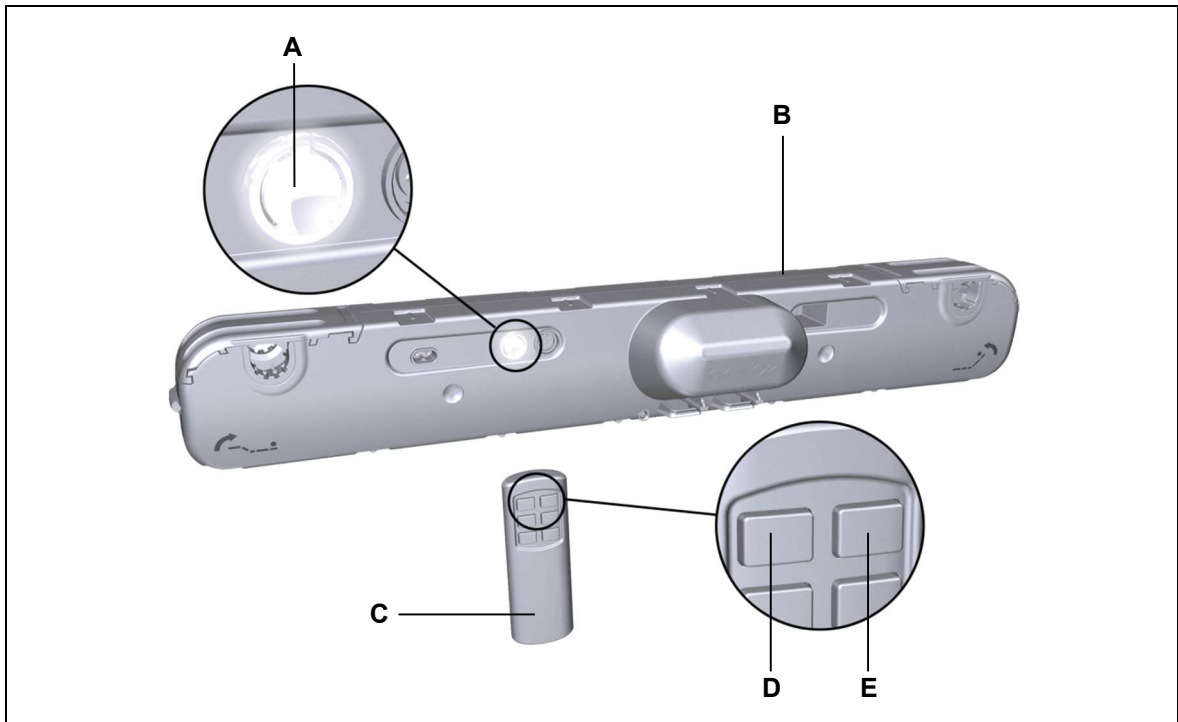

Abbildung 23 Beispiel: Einlernen des Handsenders RF ECO
- 1 Drücken Sie die Funktionstaste (**A** in Abbildung 23) am Antrieb 2 x kurz (Doppelklick). Der Antrieb ist jetzt ca. 10 Sekunden lang im Lernmodus. Die LED in der Funktionstaste leuchtet.
- 1 Drücken Sie die Funktionstaste (**A** in Abbildung 23) am Antrieb 4 x kurz hintereinander.